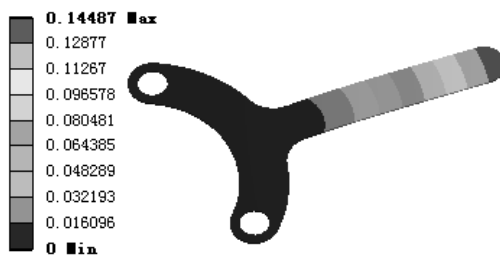

图 7.5.17 位移变形结果图解
(3) 查看位移变形结果图解。在“Outline”窗口中选中  Total Deformation，查看图 7.5.17 所示的位移变形结果，其最大位移为 0.14487 mm。